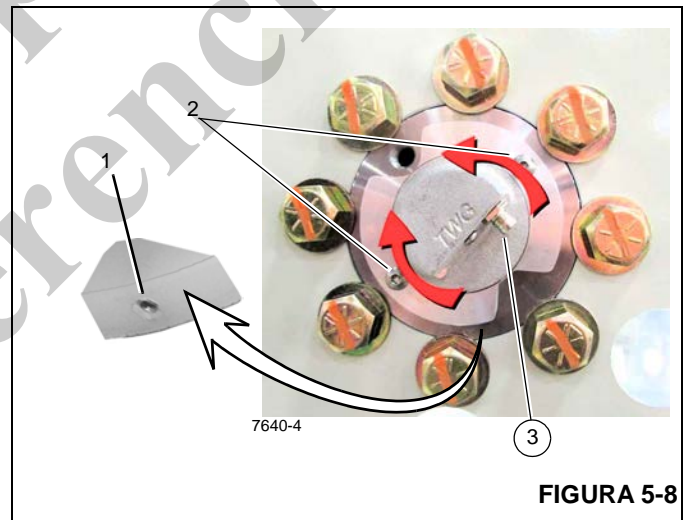

FIGURA 5-8
7. Suelte el tornillo de fijación (1, Figura 5-8) del costado de la brida del DRI.
8. Utilice los agujeros para llave ajustable (2, Figura 5-8) para girar el DRI de modo que el conector (3) quede orientado hacia abajo.
9. Apriete el tornillo de fijación (1, Figura 5-8) después de haber colocado el DRI en la posición deseada.